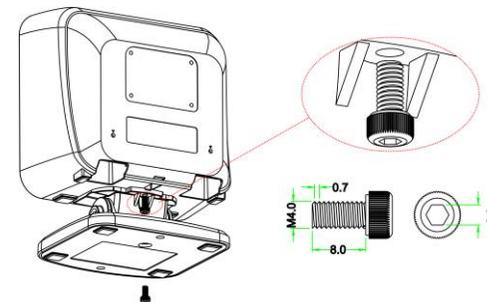

图 2-2
2. 如图 2-2 所示，通过一颗螺丝把底座固定在影像平台上。